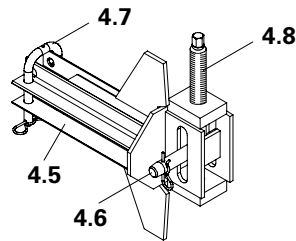

Fig. B2.13
2. Fijar los adaptadores TRIO-CB (4.5) con los arcos Ø 25 (4.7) a los travesaños de los paneles; ver ubicación en planos. Distancia entre ejes = Separación de consolas. Cambiando la posición de montaje del husillo (4.8) el adaptador TRIO-CB puede usarse en voladizo a la izquierda o derecha. (Fig. B2.13 + B2.13a)